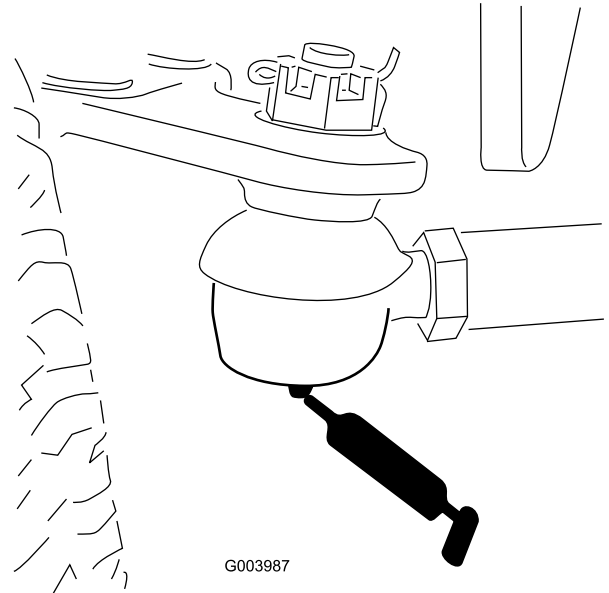

Рисунок 47
- Тяги заднего моста (2 шт.) (Рисунок 47)